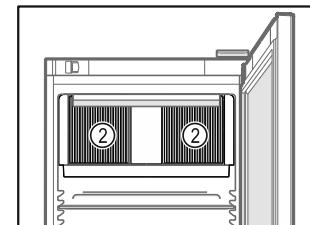

Fig. 61
- Cirkuliuojančio oro ventiliatoriaus vésinimo plyšiai Fig. 61 (2) viduje turi būti neuždengti.